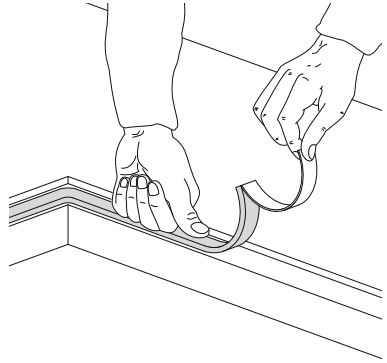

Fig. 5: plaatsing van de isolerende dichting
- Vooraleer de plaat te plaatsen, moet men over het hele oppervlak van de freesrand de meegeleverde sluitdichting aanbrengen [Fig. 5].